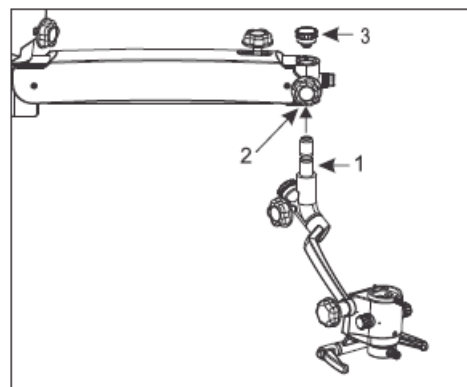

Рисунок 5
7.4 Из коробки извлеките узел наклонного крепления. Установите узел на подвесном плече, вставив направляющую ось (1) непосредственно в подвесное плечо. Не забудьте ослабить фиксирующий винт (2) перед проведением направляющей оси. Зафиксируйте крепление при помощи нарезного винта (3). Смотрите рисунок 5. Установите все фиксирующие ручки на подвесном плече, крепления и ручку переключения увеличения.